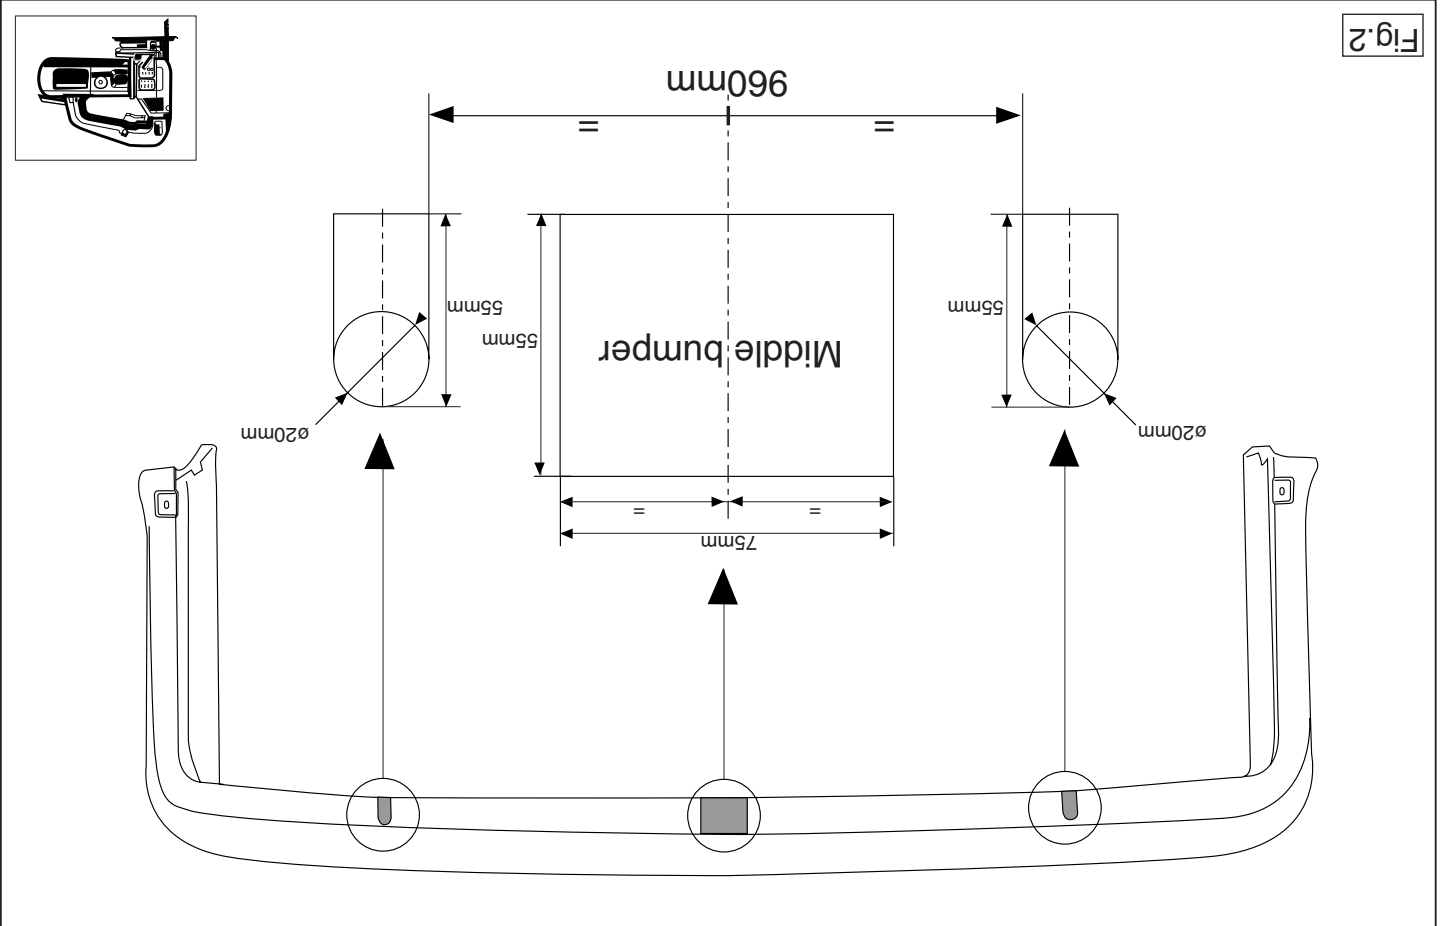

Fig.2
7. Saw out the portions as indicated in fig. 2.
7. Gemäß Abb. 2 die angegebenen Teile herauslösen.
7. Scier les parties indiquées conformément à la figure 2.
7. Såga ut delarna enligt fig. 2.